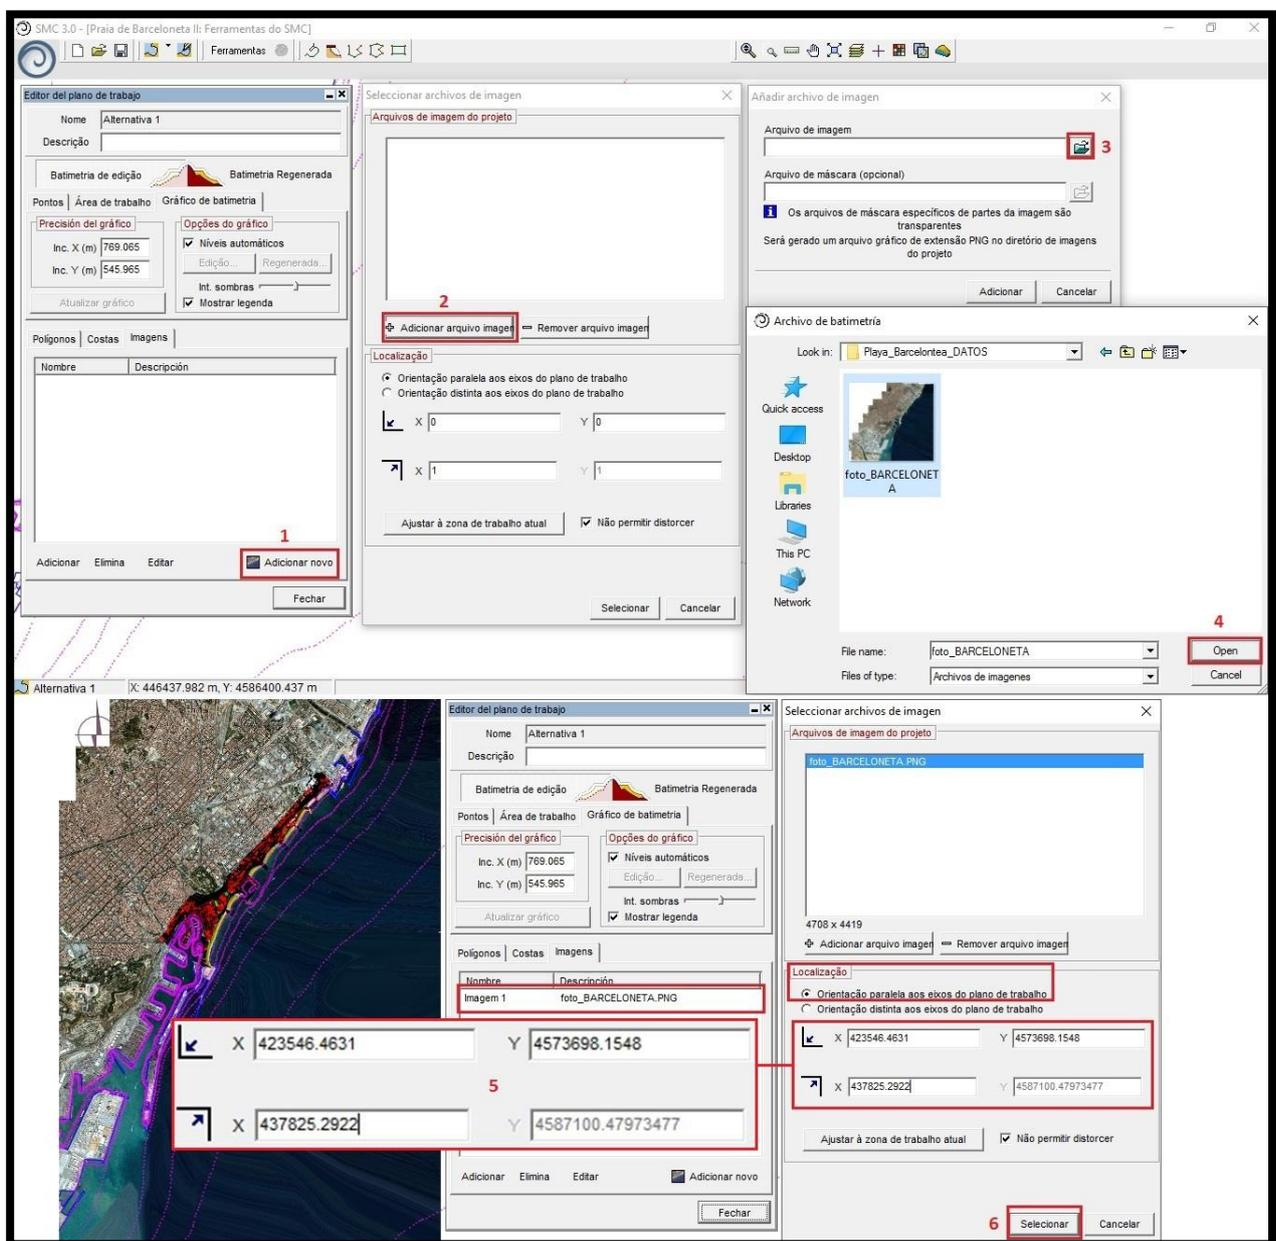

Figura 5 – Passos para adicionar uma imagem georreferenciada.
As imagens serão adicionadas ao projeto de maneira semelhante aos arquivos [.dxf]. Para melhor compreensão dos passos a seguir, acompanhar a Figura 5:
- 19) No “Editor do plano de trabalho”, selecionar a subaba "Imagens" e clicar em “Adicionar novo” (1). Abrirá a janela “Selecionar arquivos de imagem”;
- 20) Clicar em “Adicionar arquivo de imagem” (2). A janela “Adicionar arquivo de imagem” aparecerá;
- 21) Clicar em () (3) e ir ao diretório (C:|...|Dados_Praticas|Playa_Barceloneta_DATOS) através do explorador e selecionar a “Foto_Barceloneta.jpg”. “Abrir” (4);
- 23) Novamente na janela “Selecionar arquivos de imagem”, adicionar os valores representados na Figura 5 (5) para “Localização” definindo a orientação como “Paralela aos eixos do plano de trabalho”. Estes valores correspondem aos cantos da imagens e inserindo-os, automaticamente fará com que a imagem fique georreferenciada;
- 24) Clicar em “Selecionar” (6).
- 29) Buscar na janela “Selecionar arquivos de imagem” o arquivo com a imagem usada anteriormente, porém agora considerando desconhecidas suas coordenadas UTM, ou seja, não serão adicionados os valores encontrados na Figura 5, tornando-a assim uma imagem não georreferenciada;